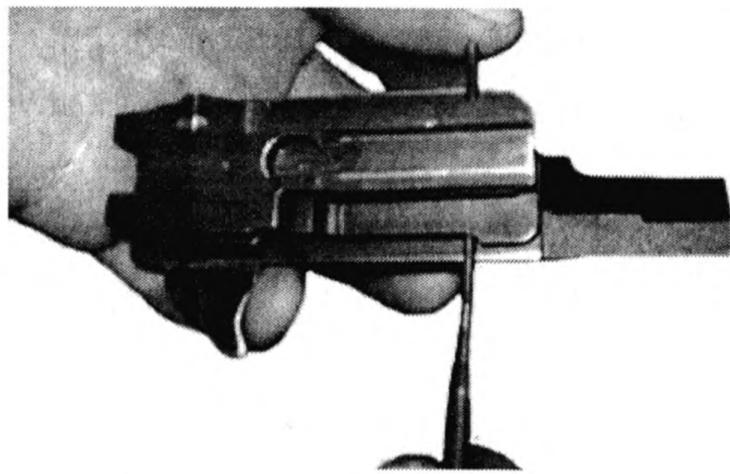

Рис. 13
– с помощью выколотки вытолкнуть штифт ударника и отделить ударник (**рис. 13**);